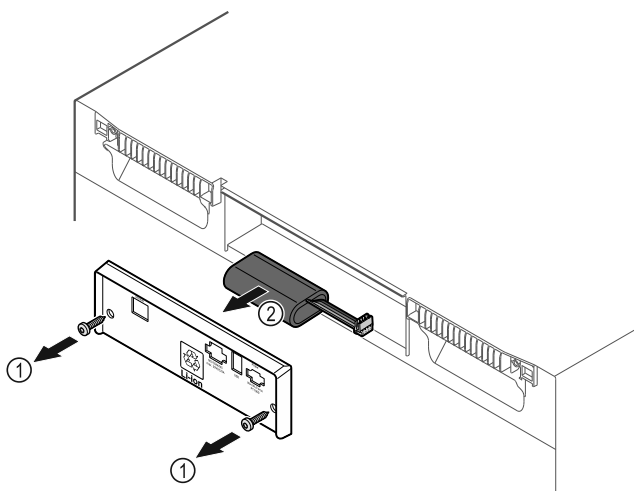

Fig. 235
- Skruva ut skruvarna och ta bort kåpan på baksidan av skåpet Fig. 235 (1).
- Lossa batteriet och ta ut det Fig. 235 (2).